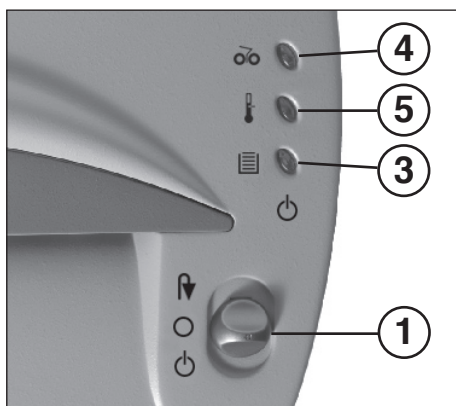

fig. 1
- 1 = Interruptor de funcionamiento (fig. 1)**
- 3 = Indicación de control (fig. 1)**
- 4 = Indicación de control „Atasco de material“ (fig. 1)**
- 5 = Indicador de control (fig. 1) „Sobrecarga del motor“**
- Conmutar el interruptor de funcionamiento (1) (fig. 1) a la posición „“. La indicación de control (3) (fig. 1) se enciende (verde).
Observe que el aparato esté siempre desconectado durante la noche (Conmutar el interruptor de funcionamiento (1) (fig. 1) a la posición „O“).